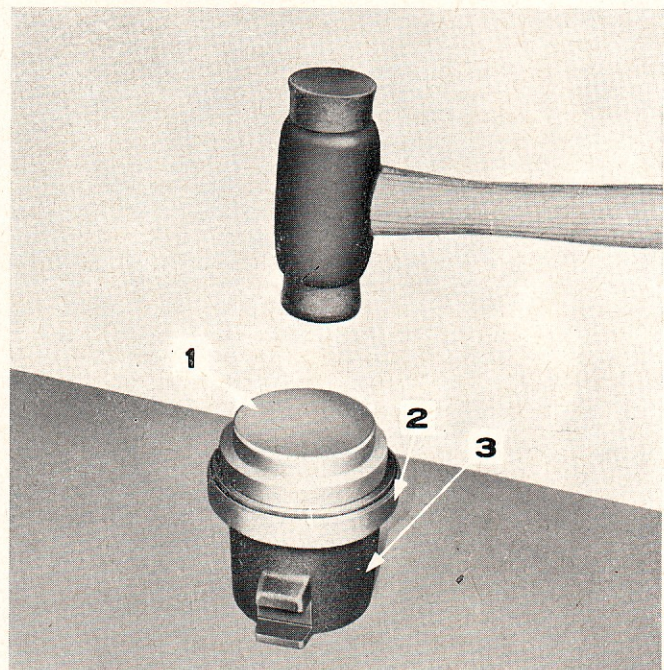

Figure 43: Pose de la butée à billes
1. Dans le cas d'un roulement pré lubrifié, monter un roulement neuf sur le moyeu, la face de butée orientée vers l'extérieur, à l'aide d'une plaque d'épaulement appropriée montée à l'envers et d'un marteau (Figure 43). Bourrer dans le dégagement de l'alésage du moyeu une graisse XP de bonne qualité à point de fusion élevé.